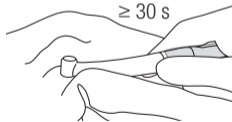

Figure 6.
- 3 Essuyez l'extérieur de la pièce à main et du moteur à l'aide d'un chiffon imbibé d'alcool désinfectant (Figure 6.).